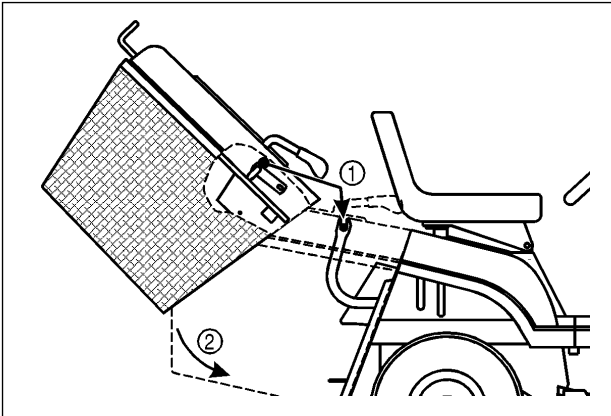

Fig. 6
## POSE DU BAC DE RAMASSAGE (FIG. 6)
1. Prendre à deux mains le bac de ramassage. Lui donner un angle d'environ 40° (fig. 6)